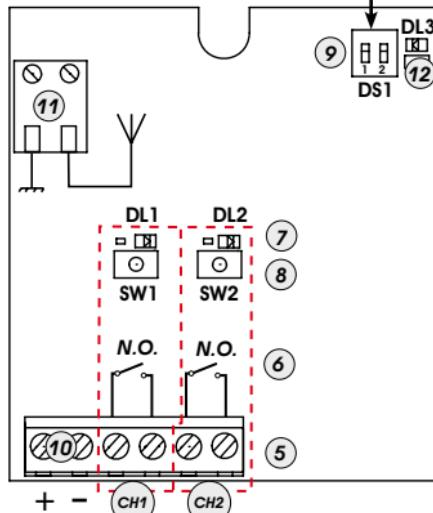

Fig.1
- 2) Druk 1 seconde op de knop van de ontvanger (Fig.1 ref. ⑧) die overeenkomst met het kanaal waarmee u de radioafstandsbediening wilt associëren.
- 3) De bijbehorende led op de ontvanger (Fig.1 ref. ⑦) begint gedurende 5 sec. langzaam te knipperen.
- 5) De led (Fig.1 ref. ⑦) op de ontvanger blijft 1 seconde branden om vervolgens te doven, waarmee wordt aangegeven dat opslag heeft plaatsgevonden.
- 4) Druk 1 seconde op de knop van de ontvanger (Fig.1 ref. ⑧) die behoort bij met het kanaal waarmee u de radioafstandsbediening wilt associëren.
- 5) De bijbehorende led op de ontvanger (Fig.1 ref. ⑦) begint gedurende 5 sec. langzaam te knipperen.
- 7) De led op de kaart (Fig.1 ref. ⑦) blijft 1 seconde lang branden om vervolgens te doven, waarmee wordt aangegeven dat opslag heeft plaatsgevonden.
- 1) Druk 1 seconde op de ontvanger op de knop (Fig.1 ref. ⑧) die hoort bij het kanaal waarmee u de afstandsbediening wilt associeeren.
- 2) Op de ontvanger begint de bijbehorende led (Fig.1 ref. ⑦) gedurende 5 sec. langzaam te knipperen.